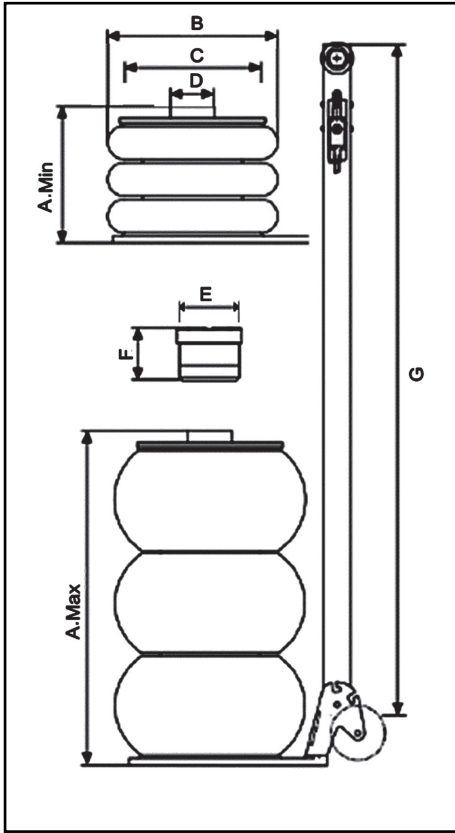

Fig. 01
1. Technical Data (Fig.01)
1. Technische Daten (Abb. 01)
1. Données techniques (Fig. 01)